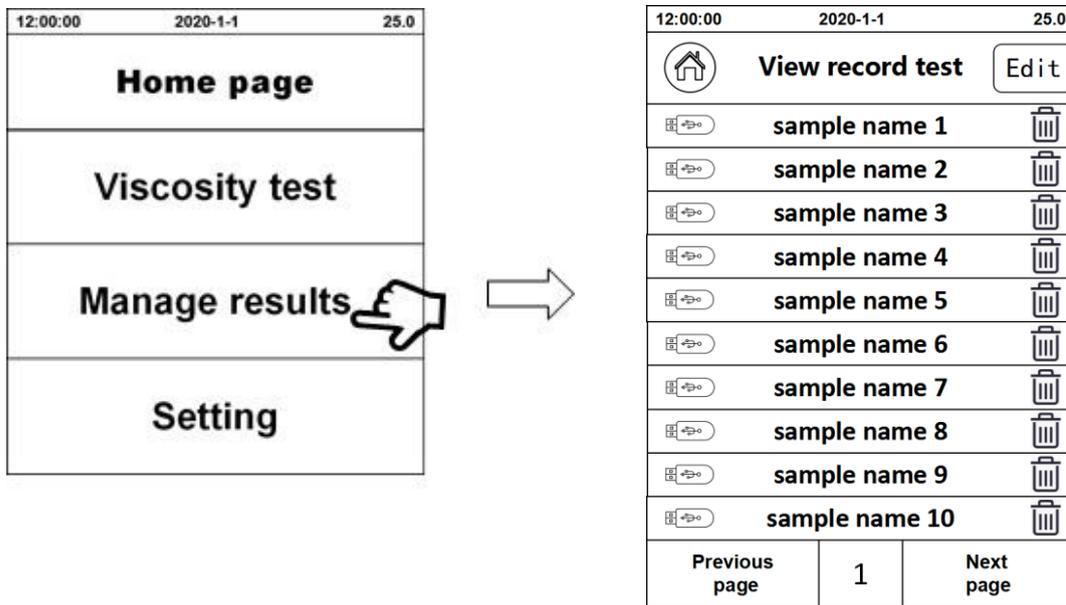

Fig. 7
6.2 、 Gestionar los registros de las pruebas: Después de hacer clic en “Manage results”, los registros de pruebas almacenados se mostrarán en la pantalla (Fig. 7). Seleccione los registros necesarios para verlos, eliminarlos y exportarlos mediante un disco USB.